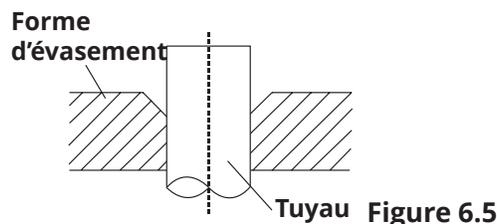

Figure 6.5
5. Serrez la forme d'évasement sur l'extrémité du tuyau à évaser. L'extrémité du tuyau doit s'étendre au-delà de la forme d'évasement. Veuillez-vous référer à la **figure 6.5** ci-dessous.